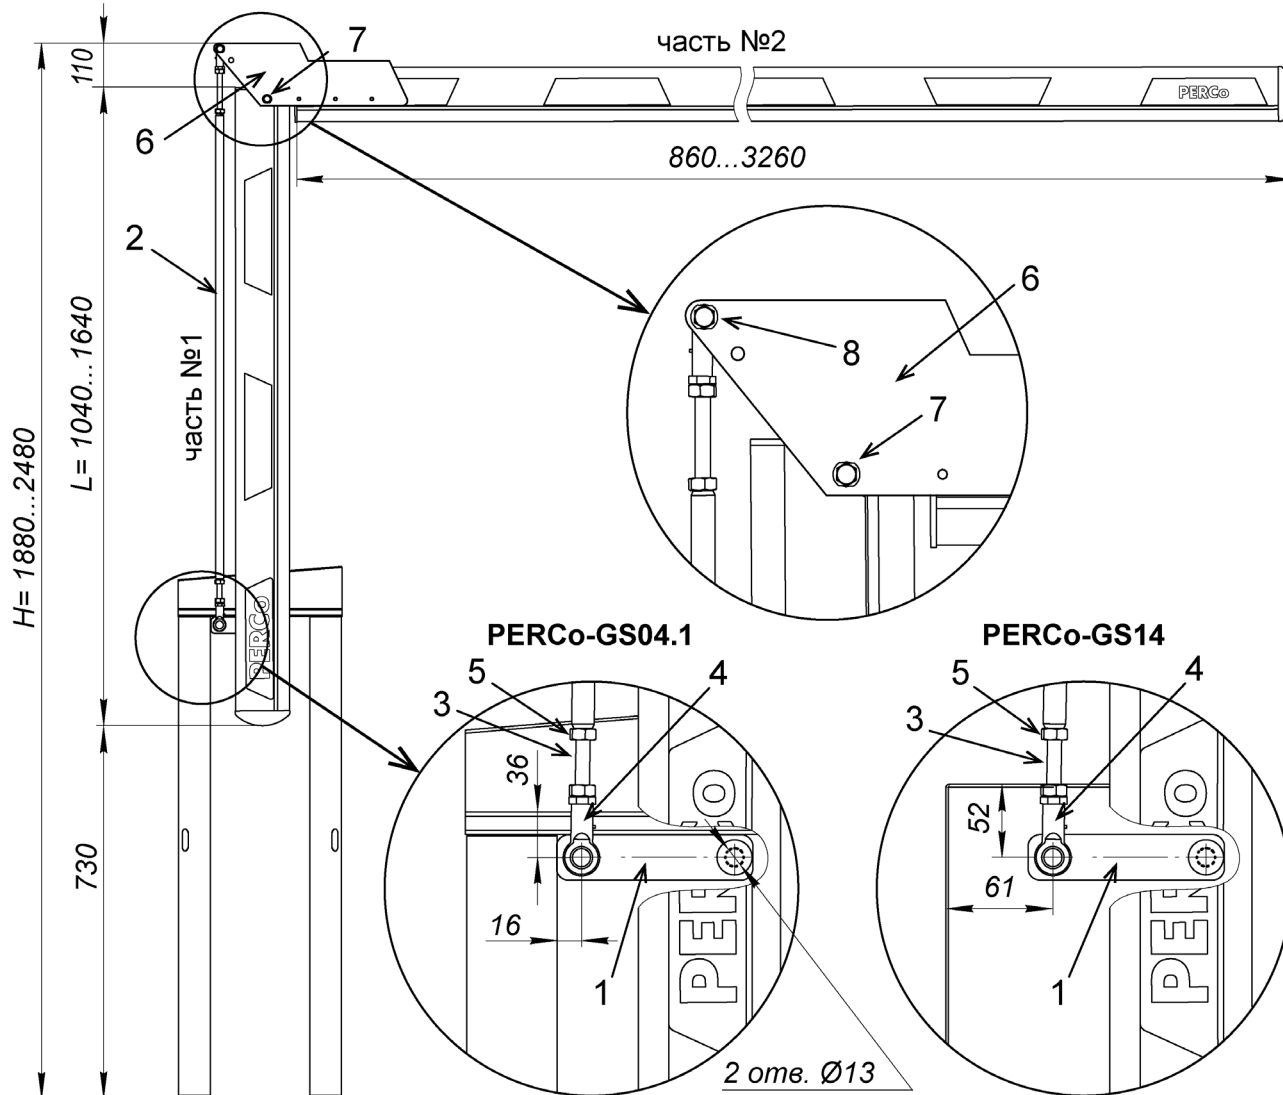

Рисунок 1. Шлаббаум PERCo с установленной стрелой PERCo-GB0 и шарниром PERCo-GBF1
Порядок монтажа стрелы **PERCo-GBO** на шлагбауме **PERCo-GS04.1** (**PERCo-GS14**) – см. в их руководствах по эксплуатации. Необходимо учитывать, что минимальная высота шлагбаума со сгибающейся стрелой – 1880 мм, максимальная – 2480 мм, без учета высоты фундамента (см. рис. 1).
1. Просверлите в корпусе шлаббаума два отверстия под крепление пластины в соответствии с рис. 1, используя шаблон №1 из комплекта поставки. При необходимости установки стрелы в противоположную сторону необходимо просверлить отверстия зеркально относительно оси привода.
Перед высверливанием отверстий обязательно проверяйте истинность размеров на разметке. Размеры указаны на рис. 1 и непосредственно на шаблонах разметки. Шаблоны разметки рекомендуется фиксировать по месту скотчем.
3. Исходя из габаритов проезда, разрежьте стрелу **PERCo-GBO** на две части №1 и №2, возможные размеры частей указаны на рис. 1. Длина части №1 стрелы рассчитывается по формуле: $L = H - 840$ (мм). Учитывайте начало и конец стрелы (ориентируйтесь на отверстия крепления стрелы), а также необходимый зазор между верхней границей поднятой стрелы и потолком проема (не менее 50 мм). Для ровного разреза ножовкой по металлу используйте стусло.
6. Вставьте ось тяги в отверстия между пластинами шарнира, как показано на рисунке и зафиксируйте ее гайками М8 с шайбами. Для шламбаумов **PERCo-GS04.1** и **PERCo-GS14** ось тяги вставляется в верхнее отверстие обеих пластин шарнира (см. рис. 1). Затяните до конца винты М5 крепления пластин шарнира на стреле: